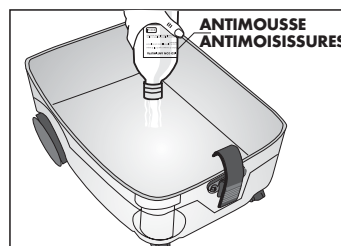

Fig. 7
incorporé devra être dilué, ainsi que suggéré par les maisons de production dans les instructions pour l'utilisation. A chaque utilisation de Gi Multix Power avec du détergent, n'oubliez pas de verser l'antimousse-antimoissure dans le réservoir de récupération (G), dans les quantités indiquées sur le flacon fourni, cela évitera la formation de mousse dans le réservoir car elle pourrait compromettre le fonctionnement normal de l'appareil. L'antimoissures, au contraire, évite pendant un délai maximum de 30 jours toute formation de moisissures dans le réservoir, lorsque celui-ci est laissé au repos sans être parfaitement propre et sec (Fig. 7).